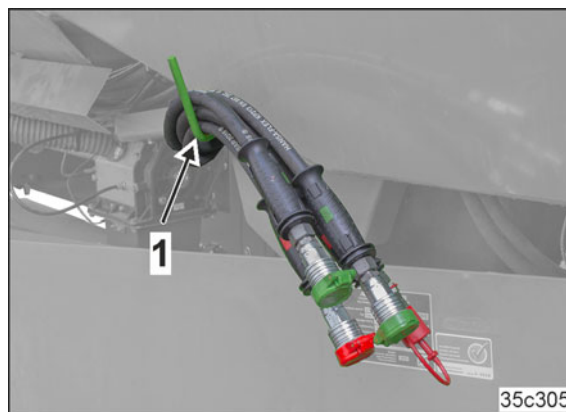

Fig. 123
1. Cuplați conductele furtun hidraulice suplimentare cu pompa hidraulică priză de putere (Fig. 123/1).
- Spațiu depozitare furtunuri (Fig. 123/1)